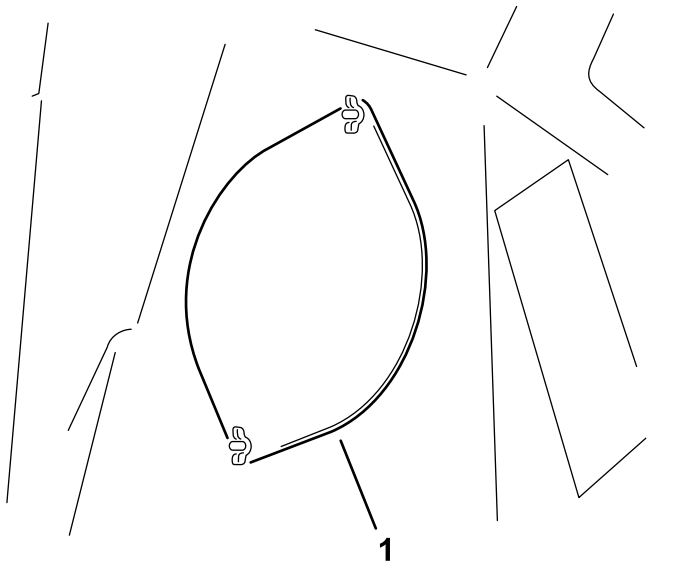

図 31
3. アクセสプレートを固定している蝶ナット2本をゆるめる 図 31。